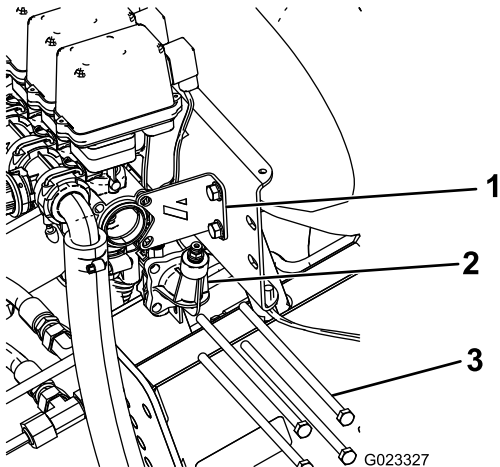

Figura 3
1. Retire las 4 varillas roscadas que sujetan el conector del manómetro a las válvulas de los brazos, y deséchelas (Figura 3). Guarde las arandelas planas y las tuercas.
2. Retire y guarde los 2 pernos y tuercas que sujetan el refuerzo al conjunto de las válvulas (Figura 3).